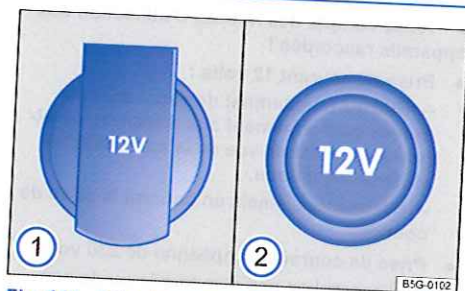

Fig. 140 Prise de courant 12 volts rabattable ①, prise de courant 12 volts avec cache amovible ②.
- Dans le coffre à bagages ⇒ fig. 140.